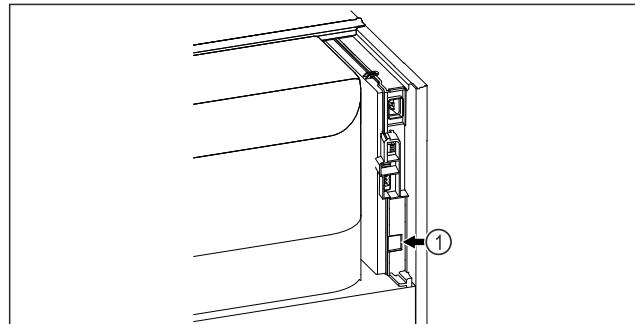

Fig. 99
- SmartModule Fig. 99 (1) ist eingesetzt.